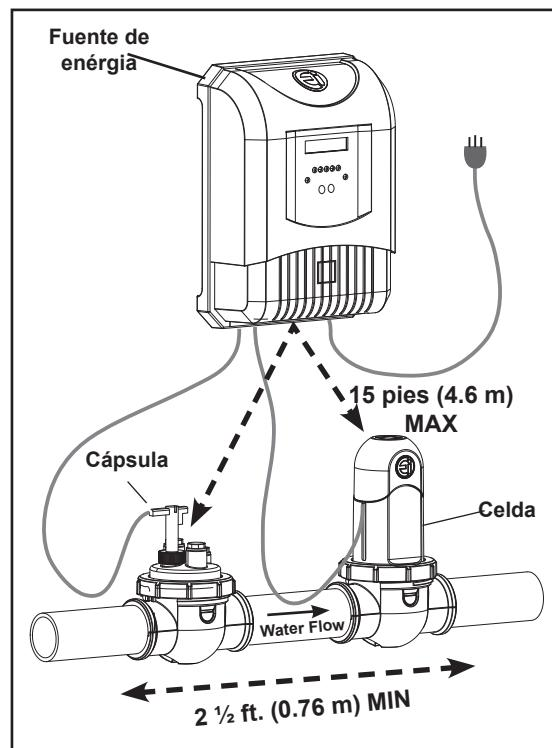

Figura 3. Requisitos de Instalación
La cápsula de flujo de agua/salinidad se debe montarse como se muestra en la Figura 3.
- La celda debe estar instalado en un 2 ½ pies (0,8 m), longitud horizontal de la tubería después de los calentadores, bombas y filtros, como la última pieza del equipo en el sistema de cañerías (véase la Figura 3).
- La celda debe estar instalado no más de 15 pies (4,6 m) de la unidad de alimentación (véase la Figura 3).